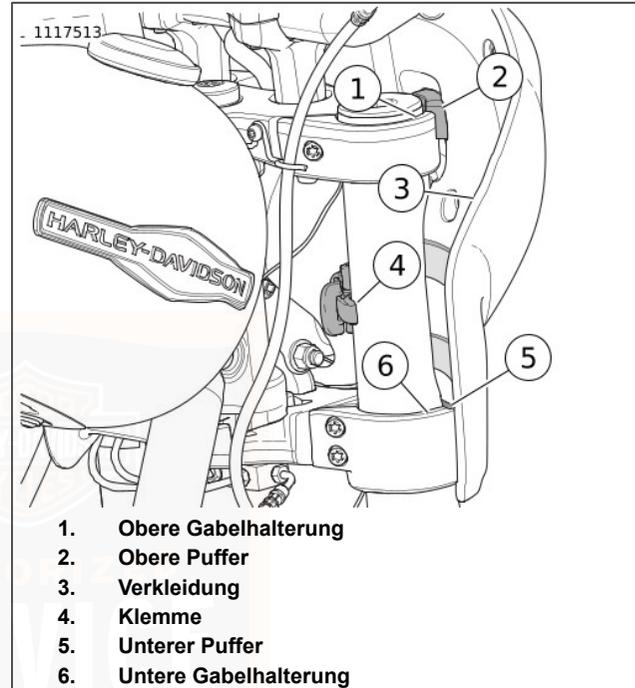

Abbildung 44. Eingebaute Verkleidung
1. Siehe Abbildung 44. Die Verkleidung abbauen.
- b. Schellen (4) öffnen.
- c. Schutzblech spreizen. Die Verkleidung (3) über den Scheinwerfer nach oben heben.
- c. Vorderes Schutzblech spreizen. Verkleidung über dem Scheinwerfer platzieren und an den Vorderradgabeln (5) anbringen.
- d. Siehe Abbildung 44. Einbaustellung oberen Puffer (2) an oberer Gabelhalterung (1).
- e. Sicherstellen Sie, dass die unteren Puffer (5) an der unteren Gabelhalterung (6) sitzt.